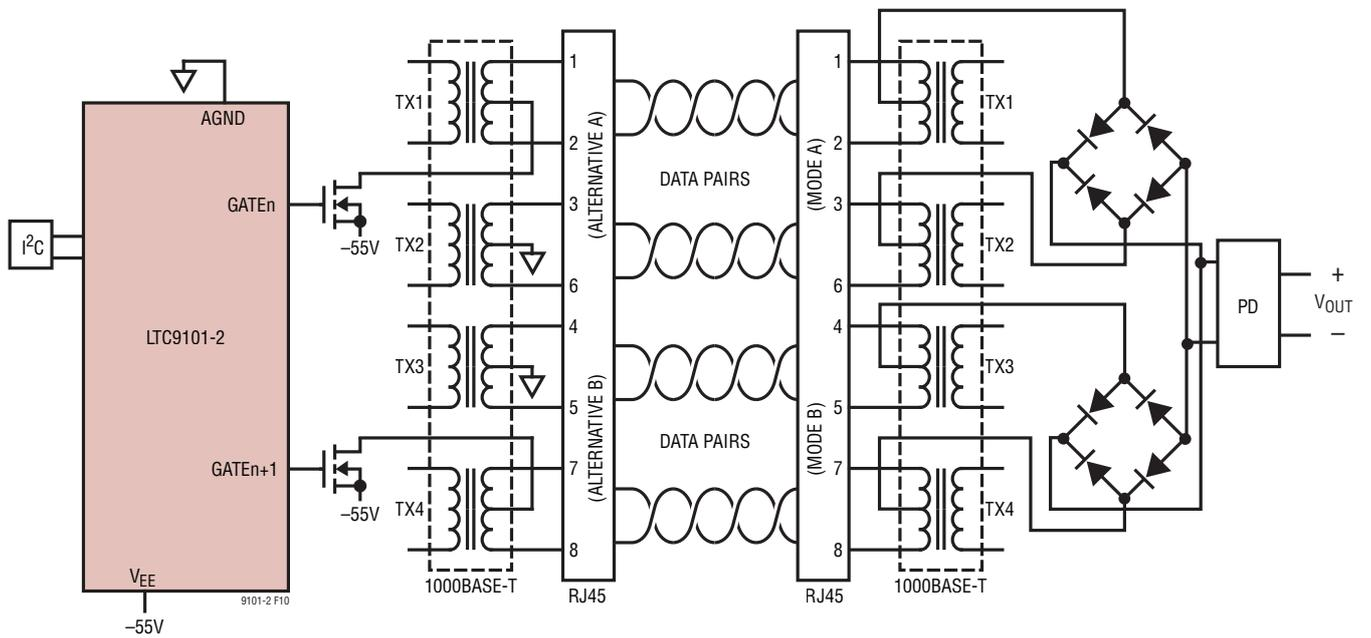
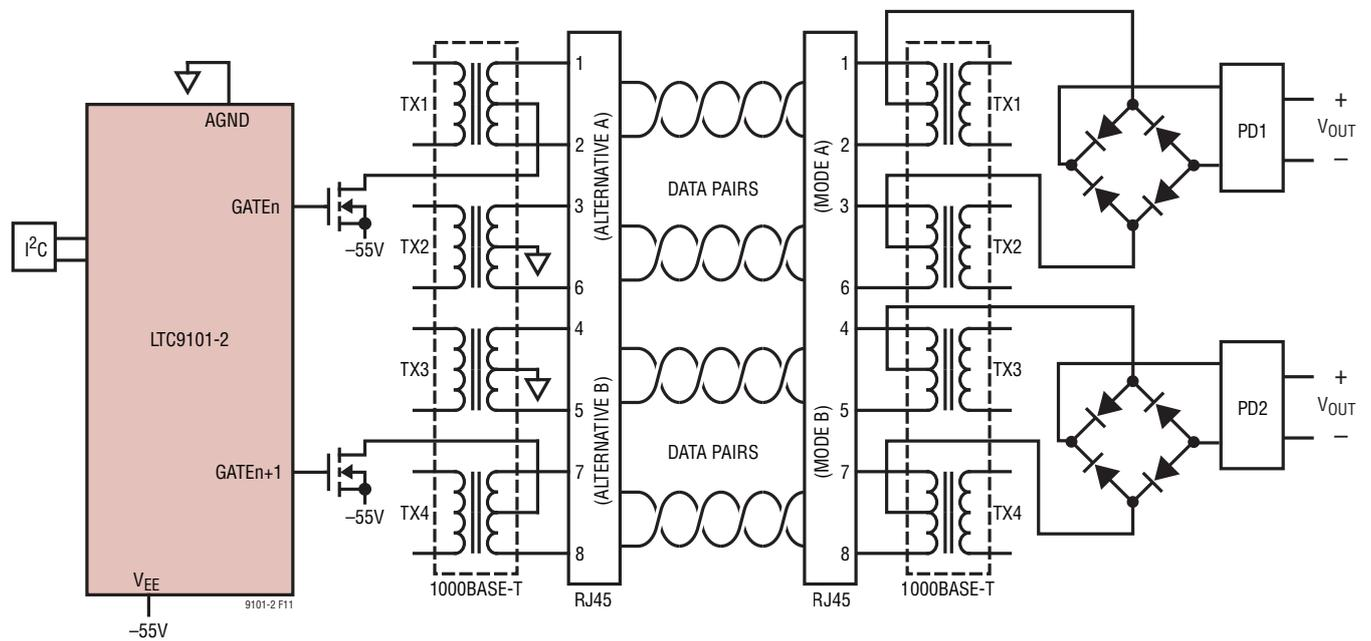

図 10. 4 ペア PoE シングル・シグネチャ PD システムの構成図
図 11. 4 ペア PoE デュアル・シグネチャ PD システムの構成図
802.3btの4ペア動作をサポートするには、各ポートに2個のLTC9102チャンネル(1.2および3.4)を関連付けます。したがって、それぞれのパワー・チャンネルをオルタナティブAとオルタナティブBに接続する必要があります(図10を参照)。4ペア・モードでは、所定のPDへの電力供給に両方のパワー・チャンネルを使用するかどうかの決定をホストが行います。したがって、4ペア・モードで2ペア給電を行って、シングル・シグネチャのクラス0~4のPDに電力を供給することも可能です。より高電力のクラス5~8のPDおよびすべてのデュアル・シグネチャPDの場合は両方のパワー・チャンネルを使用する必要があります、これは4ペア給電とも呼ばれます(図11を参照)。
一般的なイーサネット・データ接続は2本または4本のツイスト・ペア銅線(通称イーサネット・ケーブル)で構成され、それぞれの端をトランスで結合してグラウンド・ループを防止しています。PoEシステムはこの結合配置の利点を生かし、データ・トランスのセンター・タップ間に電圧を加えることによって、データ伝送に影響することなくPSEからPDへ電力を送ります。PoEシステムの概略回路図を図10と図11に示します。
- タイプ3およびタイプ4のPDは、シングル・シグネチャPDまたはデュアル・シグネチャPDとして構成できます。シングル・シグネチャPDは、両方のペアセットに対して有効な同じシグネチャ抵抗を同時に示します(図10を参照)。デュアル・シグネチャPDは、完全に独立した2つの有効な検出シグネチャを、各ペアセットに対して1つずつ示します(図11を参照)。
802.3atで記述されていたPD構成は1つだけで、これはシングル・シグネチャPDと呼ばれています。その構成を図10に示します。シングル・シグネチャPDは、両方のペアセットに対して同じ25k検出抵抗を並列に示します。
802.3btでは、図11に示すデュアル・シグネチャPDが新たに加わりました。デュアル・シグネチャPDは、完全に独立した2つの25k検出シグネチャ抵抗を、各ペアセットに対して1つずつ示します。